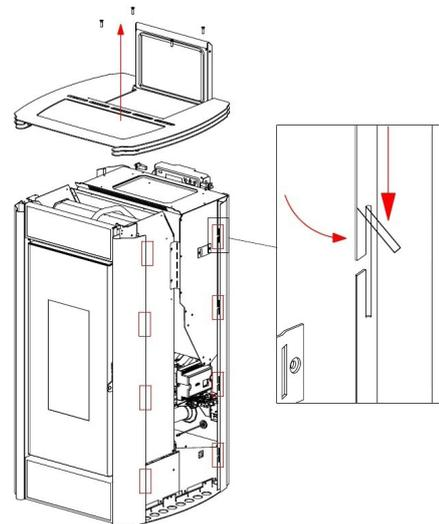

Fig. 27 - Biegen der kleinen Zungen nach außen
- Mit einem Finger die oberen, an den schwarzen Profilen befindlichen kleinen Zungen nach außen biegen (siehe **Fig. 27 auf S. 20**).